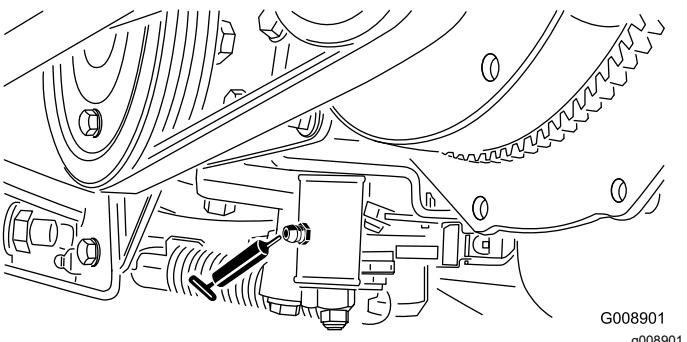

Figura 67
2. Eleve con un gato la parte trasera de la máquina bajo el motor de las ruedas traseras (Figura 67).
- Mecanismo de ajuste de punto muerto (Figura 67)